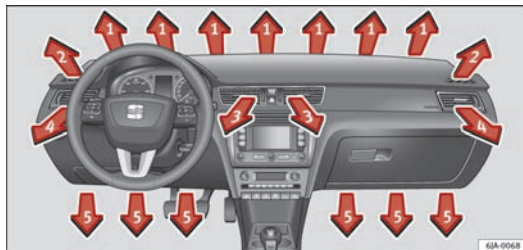
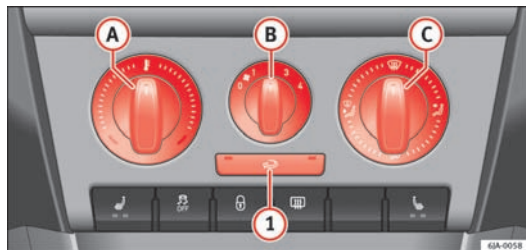

Fig. 97 Luftdyser
Fig. 98 Betjeningsselementer til varmeanlæg
- For at ændre luftstrømmens retning i højden skal du dreje skydeknappen opad eller nedad. ⇒ Fig. 97.
- Indstillingen af luftmængden, der kommer ud af dyserne, reguleres via regulatoren (C) ⇒ Fig. 98. Luftdyserne 3 ⇒ Fig. 97 og 4 kan lukkes og åbnes enkeltvis.
- Drej drejeregulatoren **A** ⇒ Fig. 98 mod højre for at øge temperaturen.
- Drej blæserkontakten **B** ⇒ Fig. 98 til en af positionerne 1 til 4 for at tilslutte blæseren.
- Med kontakten til regulering af luftfordelingen **C** ⇒ Fig. 98 kan du regulere luftens retning ⇒ Side 123, Luftdyser.
Du kan indstille alle betjeningsselementer til en vilkårlig mellemposition med undtagelse af blæserkontakten **B** ⇒ Fig. 98.
- Regulator Ⓐ ⇒ Fig. 98 ⇒ Side 124, Ⓑ, Ⓒ og knappen ①
- Tryk på knappen ① ⇒ Fig. 98 ⇒ Side 124. Kontrollampen i knappen lyser.
- Tryk på knappen ① ⇒ Fig. 98 ⇒ Side 124 igen. Kontrollampen i knappen slukker.
Hvis luftdysen Ⓒ ⇒ Fig. 98 ⇒ Side 124 indstilles til position , bliver recirkulationsfunktionen automatisk deaktiveret. Du kan aktivere recirkulationsfunktionen igen i denne position ved at trykke på knappen . ▶